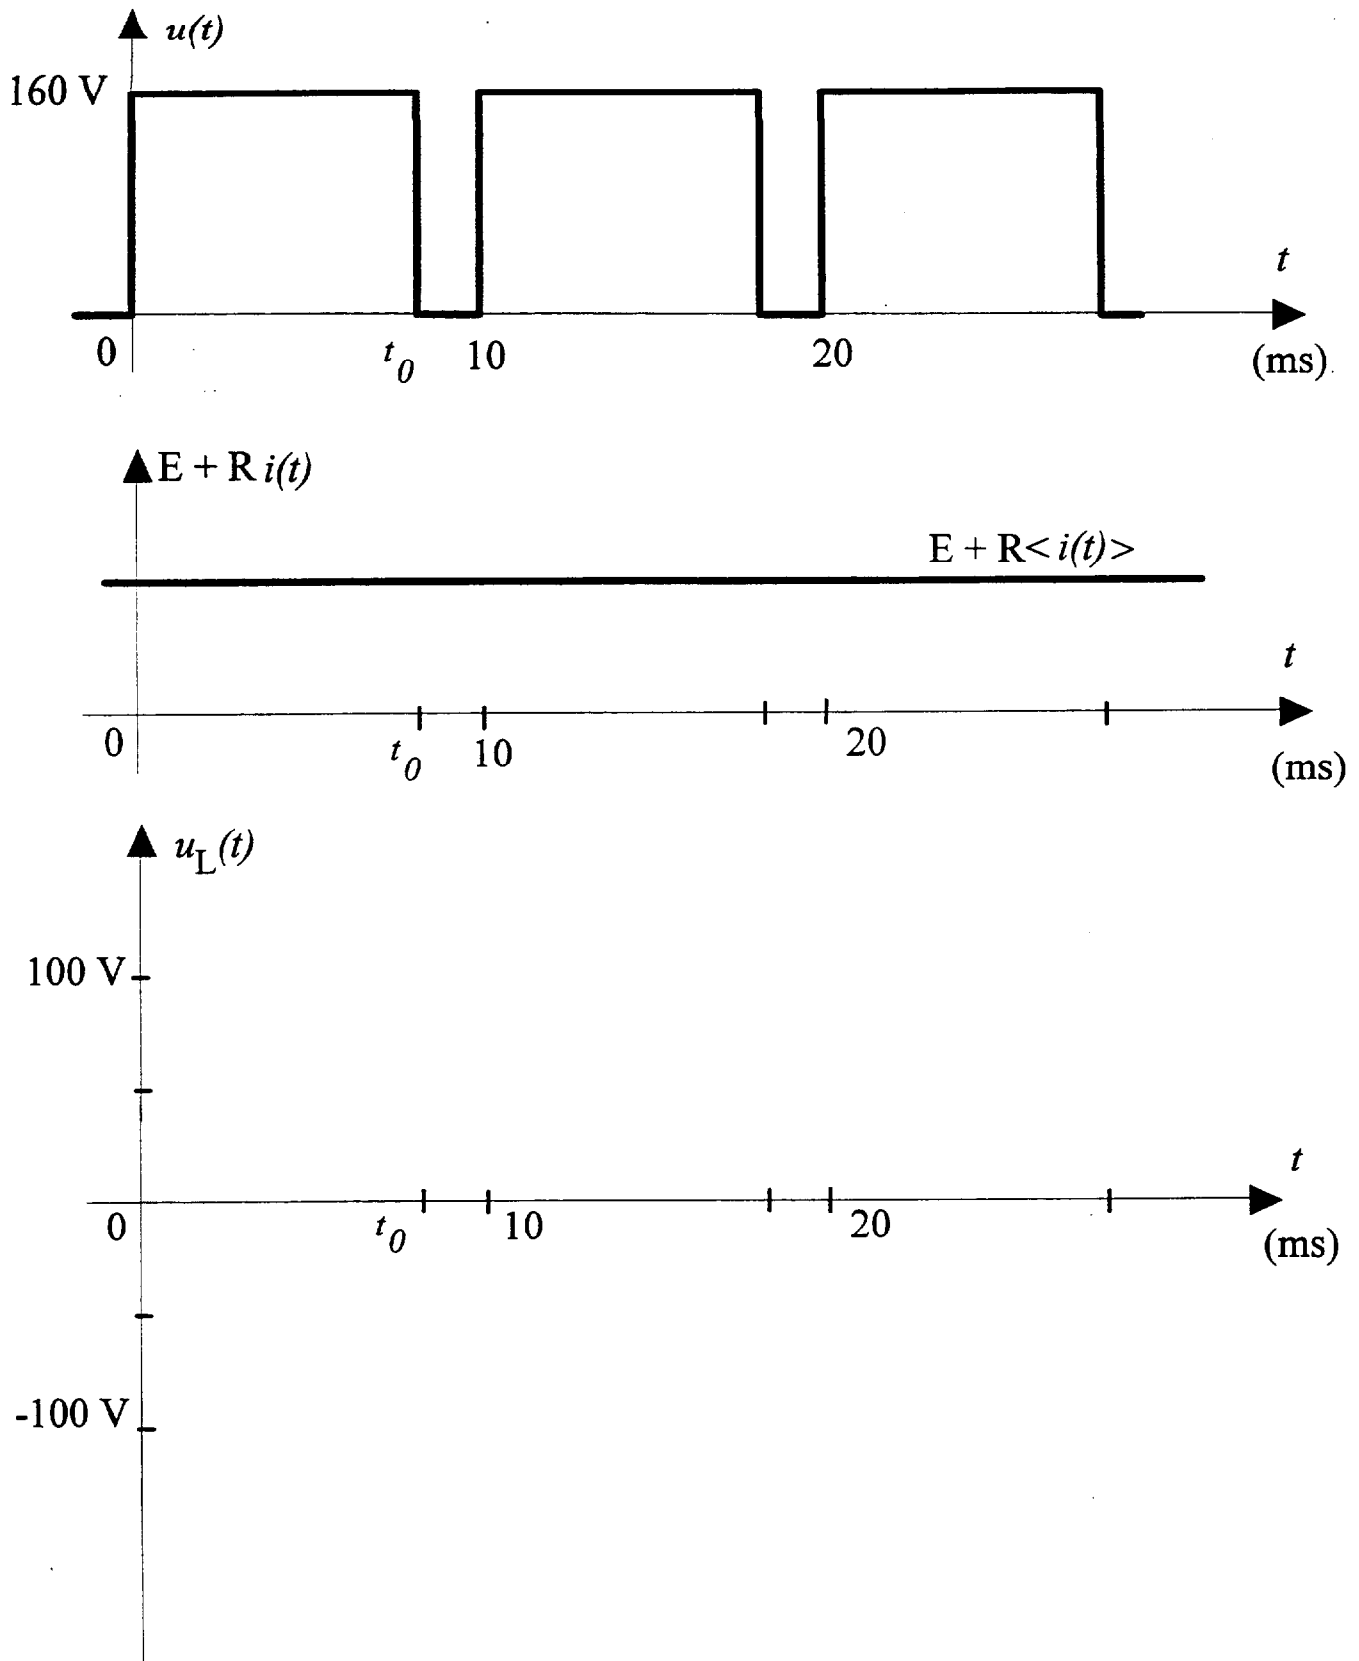

Figure 4
I.6. Le courant $i(t)$ étant pratiquement constant, la quantité $E + Ri(t)$ est aussi constante et est représentée sur le graphe de la figure 4. Sa valeur est :
Sur la figure 4, tracer les variations de la tension $u_L(t)$ aux bornes de la bobine, en précisant les valeurs extrêmes de cette tension.